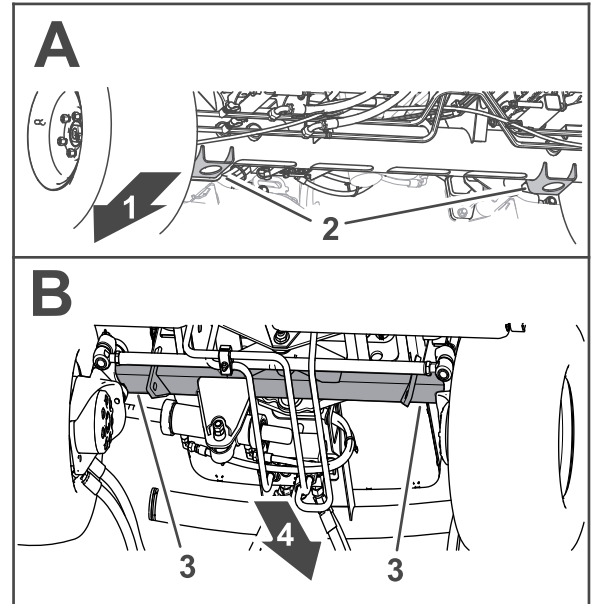

Figure 40
- Avant – supports de cric du tube d'essieu avant (Figure 40).